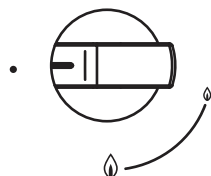

Fig. 8
1. Pentru a aprinde plita apăsați butonul de control corespunzător și rotiți în sensul contrar acelor de ceasornic înspre simbolul flacăra mare (fig. 8).